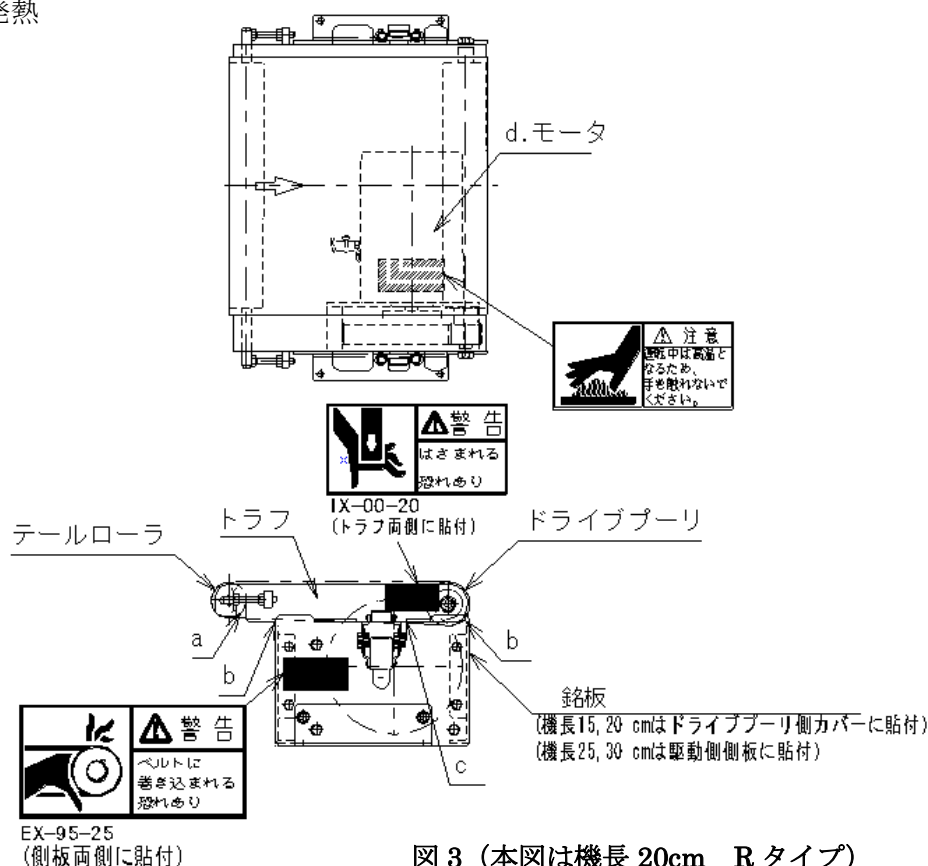

図3 (本図は機長20cm Rタイプ)
本製品には、危険の度合いが高い部分があり、ラベルを機体に貼って注意を喚起しています。この警告ラベルは、図3のように貼り付けています。
- ・ 本製品をご使用になる前に、これらの警告ラベルが図3のとおり貼り付けているか確認してください。万一、貼り付けていない、貼り付けていても場所が違う、種類が違うなどの問題がございましたら、ただちに弊社へ連絡してください。
- また、警告ラベルや銘板などが汚れたりはがれたりしたら、図3の警告ラベル下側に記入しているラベル番号を、銘板は製造番号を明示のうえ弊社へご連絡ください。代替の警告ラベル、もしくは銘板をお送りいたします。